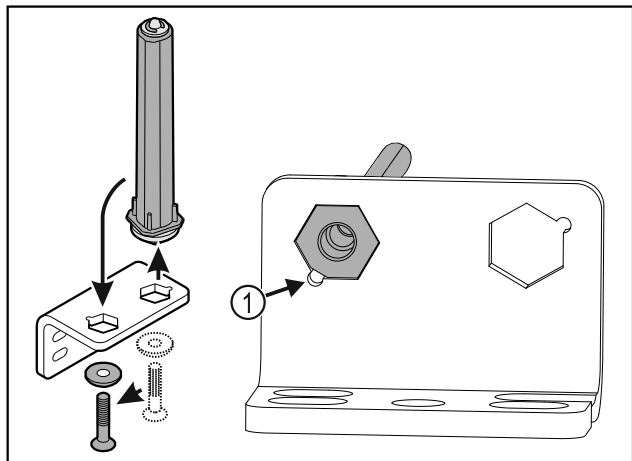

Fig. 29
- ▶ Zwrócić uwagę, aby podczas wkładania ścięcie sworznia Fig. 29 (1) było skierowane na okrągły otwór.